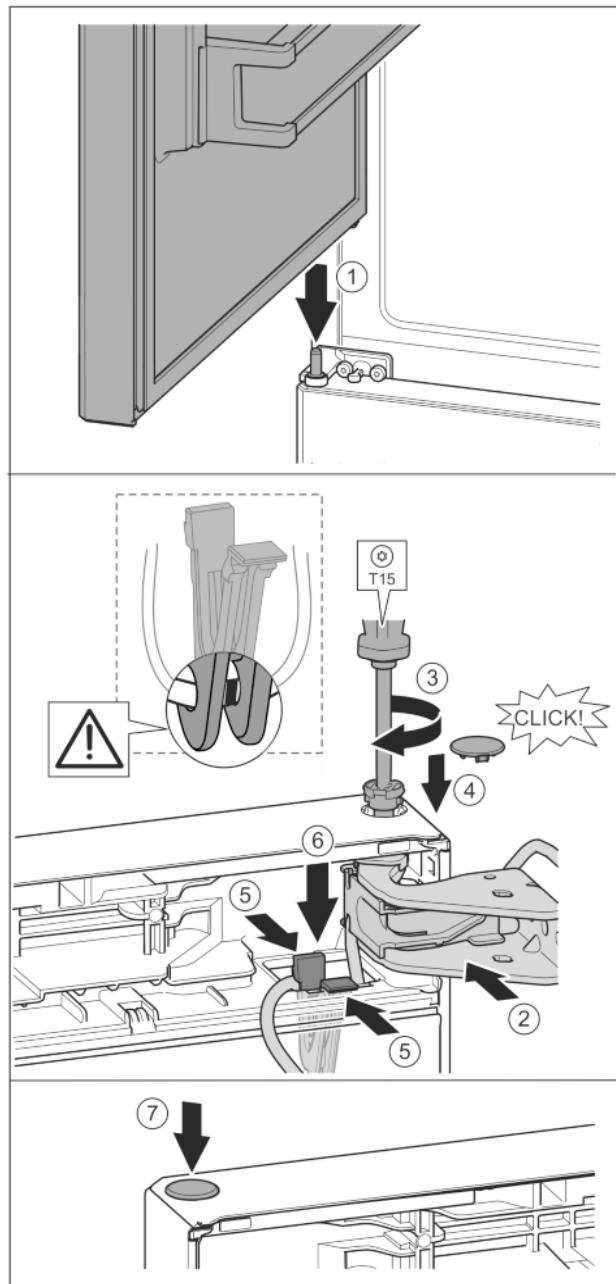

Fig. 35
- ▶ Встановлення верхніх дверцят на середній опорний палець Fig. 35 (1)
- ▶ Вирівняйте дверцята зверху по отвору в опорному кронштейні. Fig. 35 (2)
- ▶ Вставте палець та закрутіть за допомогою викрутки T15. Fig. 35 (3)
- ▶ Встановіть захисну кришку для захисту дверцят: вставте захисну кришку і проконтрольуйте, щоб вона прилягала до дверцят. Якщо це не так, повністю вставте палець. Fig. 35 (4)
- ▶ Вставте тримач із зафікованим в ньому кабелем в отвір. Fig. 35 (5)
- ▶ Притисніть тримач донизу так, щоб з'єднувальна накладка зафіксувалася. Fig. 35 (6)
- ▶ Вставте пробку. Fig. 35 (7)